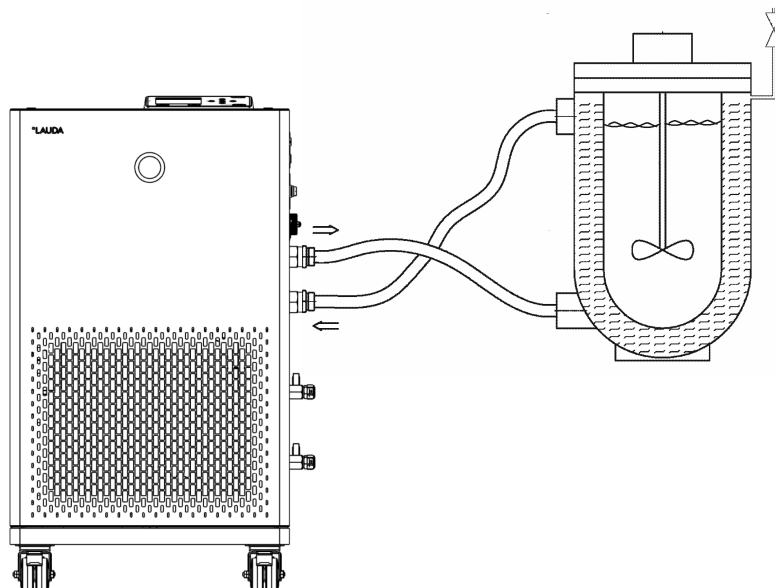

Fig. 14: Schéma de raccordement avec vanne de purge
- Une vanne de purge peut, en fonction du type constructif de l'application, simplifier sensiblement le processus de purge. La vanne de purge doit être montée sur le point le plus haut du circuit (Fig. 14).
Afin que des bulles de gaz/vapeur puissent être évacuées du système et que le fonctionnement ne soit pas perturbé, l'application externe doit être raccordée conformément au schéma (Fig. 14). L'alimentation de la pompe doit être reliée au raccord du bas de l'application. Le retour vers la tubulure de pompe doit être relié au raccord du haut de l'application. L'écoulement se fait alors de bas en haut dans l'application.